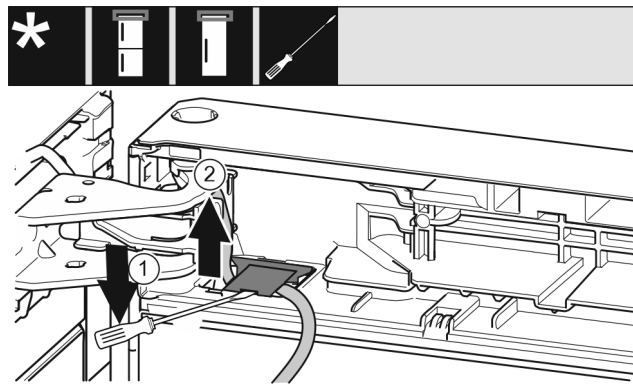

Fig. 21
- ▶ С плоската отвертка повдигнете и издърпайте капака. Fig. 21 (1)
- ▶ Издърпайте кабела. Fig. 21 (2)